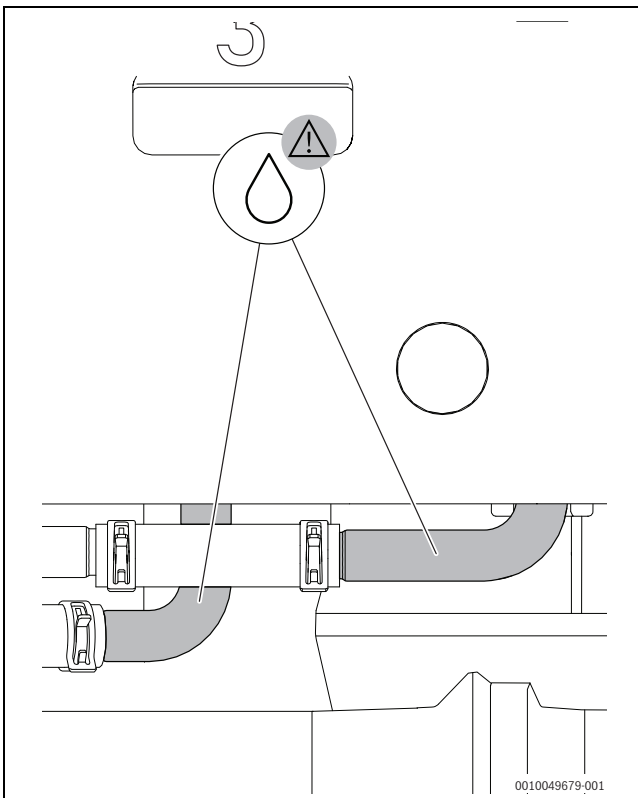

Bild 18 Röhren, die isoliert werden müssen, wenn der Kühlbetrieb bei Temperaturen unter dem Taupunkt verwendet wird.
- ▶ Um eine Wärmebrücke zu verhindern, muss der Installateur die Wärmerohre isolieren (siehe → Bild 18 "Röhren, die isoliert werden müssen, wenn der Kühlbetrieb bei Temperaturen unter dem Taupunkt verwendet wird.").